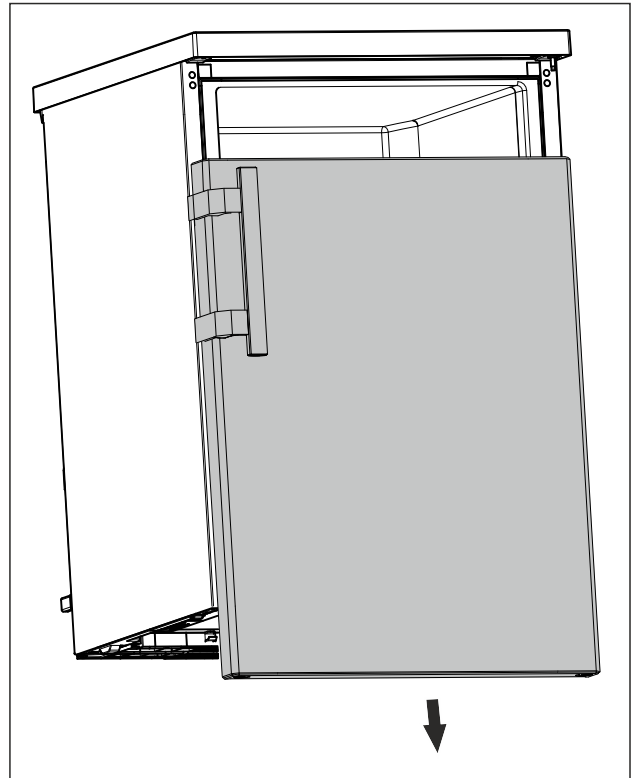

Fig. 8
- ▶ Nuimkite duris žemyn. (žr. Fig. 8)